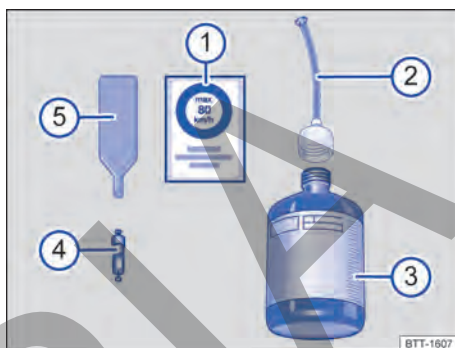

Fig. 209 Representación esquemática: componentes del kit reparapinchazos.
El kit reparapinchazos se compone de los siguientes elementos → fig. 209:
- ① Conmutador de encendido y apagado
- ② Tornillo de descarga de aire
- ③ Indicador de la presión de los neumáticos
- ④ Tubo de inflado
- ⑤ Conector de 12 voltios
- ⑥ Compresor de aire
El **desmontaobuses** → fig. 209 ⑤ lleva en el extremo inferior una ranura para el obús de la válvula. Solo así se puede desenroscar y volver a enroscar el obús de la válvula del neumático. Esto también vale para el obús de repuesto ④.
11. Pegue el adhesivo → fig. 209 ① del kit reparapinchazos en el tablero de instrumentos, dentro del campo de visión del conductor.
- Desenrosque el obús de la válvula con el desmontaobuses → fig. 209 ⑤ y deposítelo sobre una base limpia.
- Agite enérgicamente la botella de sellante → fig. 209 ③ unas cuantas veces.
- Enrosque fijamente el tubo de llenado → fig. 209 ② en la botella de sellante en el sentido de las agujas del reloj. El precinto de la boca de la botella se perfora automáticamente.
- Retire el tapón del tubo de llenado → fig. 209 ② e introduzca el extremo abierto en la válvula del neumático por completo.
- Enrosque nuevamente el obús en la válvula del neumático con ayuda del desmontaobuses → fig. 209 ⑤.